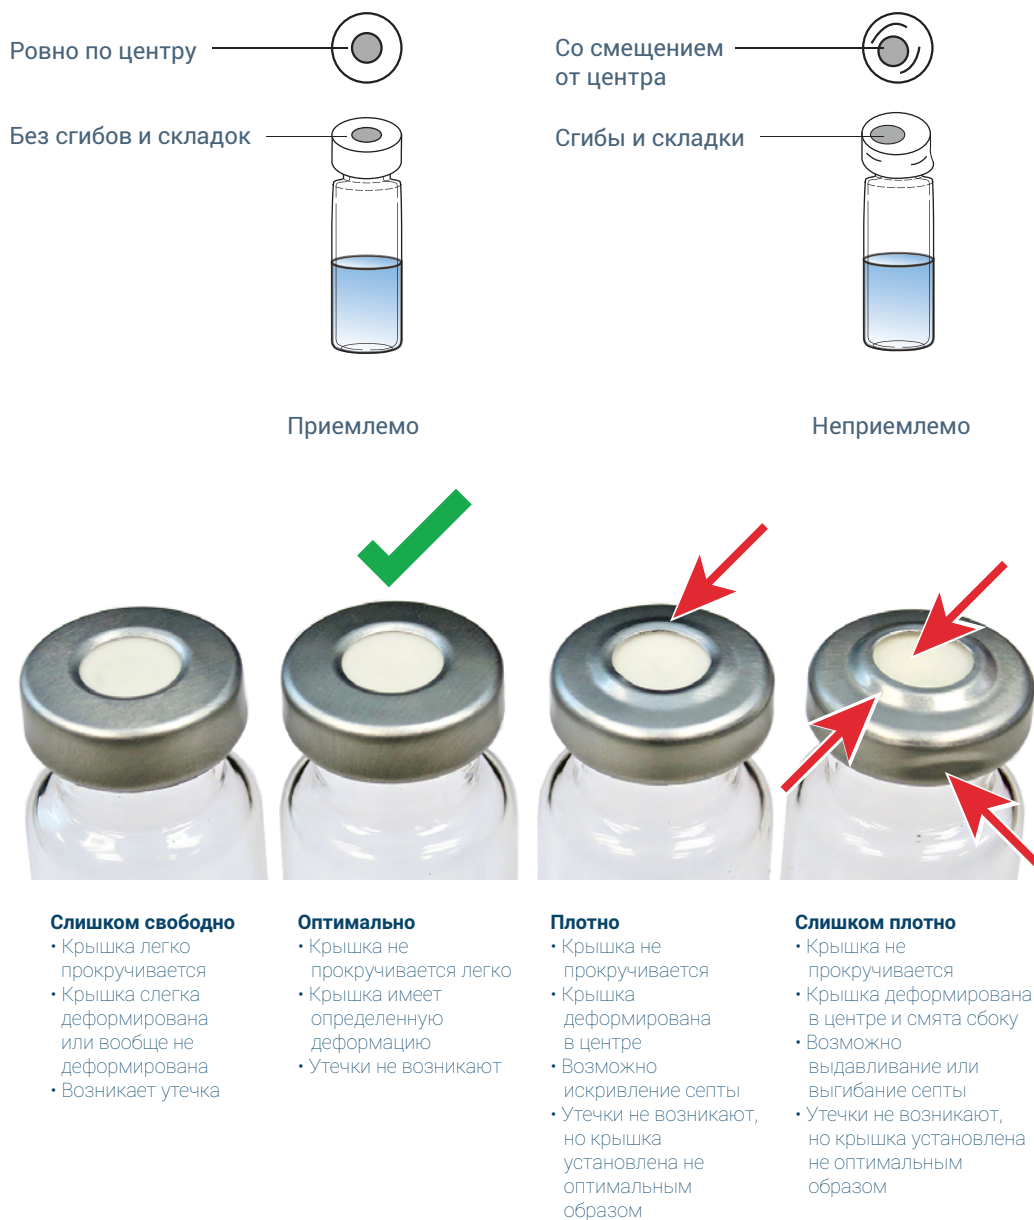

Рис. 10. Допустимая и недопустимая формы крышки вials
См. допустимую и недопустимую формы крышки на **Рис. 10**.
- 1 Сначала установите крышку на виале, как описано в разделе **«Установка крышки на виале для проб с помощью ручного кримпера»**. Убедитесь, что крышка на виале выглядит правильно. Виала с крышкой должна выглядеть как оптимальный вариант, показанный на **Рис. 10**. Если это не так, отрегулируйте кримпер и обжимайте виалы, пока не получите оптимальный вариант для теста.